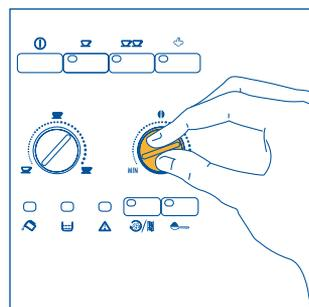

Fig.7
- 2) Regolare la manopola di destra (fig.7) per impostare il gusto desiderato del caffè. Più si ruota in senso orario e maggiore sarà la quantità di caffè in grani che la macchina macinerà e quindi più forte sarà il gusto del caffè ottenuto. Al primo utilizzo è necessario procedere a tentativi e fare più di un caffè per individuare la corretta posizione della manopola. Fare attenzione a non ruotare troppo in senso orario altrimenti c'è il rischio di ottenere un'erogazione troppo lenta (a gocce), soprattutto quando si richiedono due tazze di caffè.
NOTA 2: Se il caffè fuoriesce troppo velocemente e la crema non è soddisfacente; ruotare un po' la manopola di destra (fig.7) in senso orario. Procedere a tentativi e fare più di un caffè per individuare la corretta posizione della manopola. Fare attenzione a non ruotare troppo in senso orario altrimenti c'è il rischio di ottenere un'erogazione troppo lenta (a gocce), soprattutto quando si richiedono due tazze di caffè. Se, dopo qualche caffè, non si ottiene una crema soddisfacente, ruotare anche la manopola di regolazione macinatura (fig.17) di uno scatto in senso antiorario (vedi par. 6).